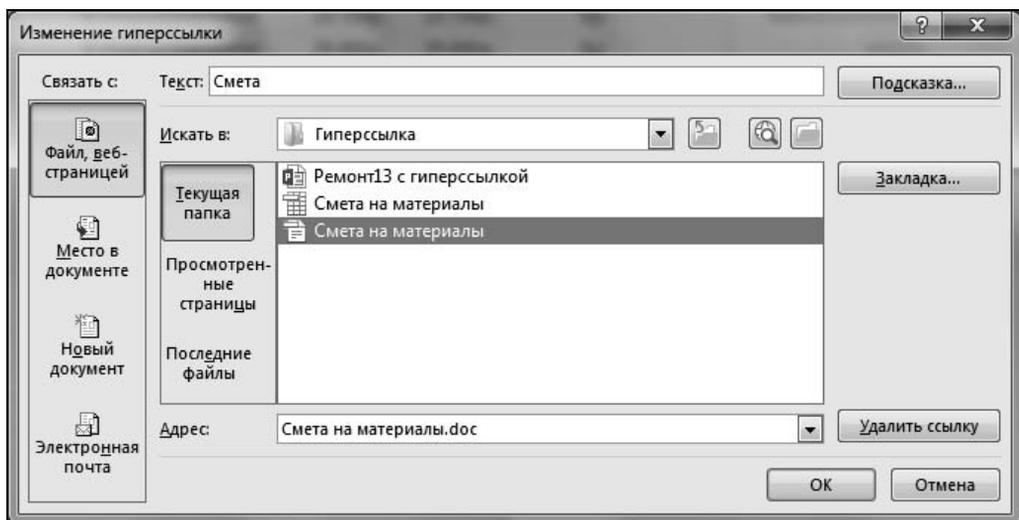

Рис. 10.5. Диалоговое окно **Изменение гиперссылки**
3. В результате выполнения описанных в п. 2 данного алгоритма действий откроется окно, предназначенное для описания гиперссылки (рис. 10.5). При работе с этим окном пользователь может выбрать файл для гиперссылки, используя находящиеся в этом окне элементы управления. Как следует из левой части показанной на рис. 10.5 экранной формы, гиперссылка может указывать на файл (как в рассматриваемом случае), на выделенное место документа, на новый документ или на сообщение электронной почты. Созданная описываемым способом гиперссылка может ссылаться на веб-страницу в Интернете.